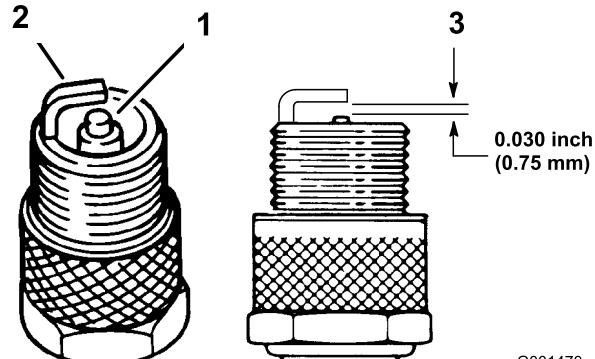

Figura 38
1. Controllate il centro della candela (Figura 38). Se l'isolatore è di color marrone chiaro o grigio, il motore funziona correttamente. Una patina nera sull'isolatore significa in genere che il filtro dell'aria è sporco.
3. Controllate la distanza tra gli elettrodi centrale e laterale (Figura 38). Piegate l'elettrodo laterale (Figura 38) se la distanza non è corretta.
3. Collegate il cappellotto alla candela (Figura 38).